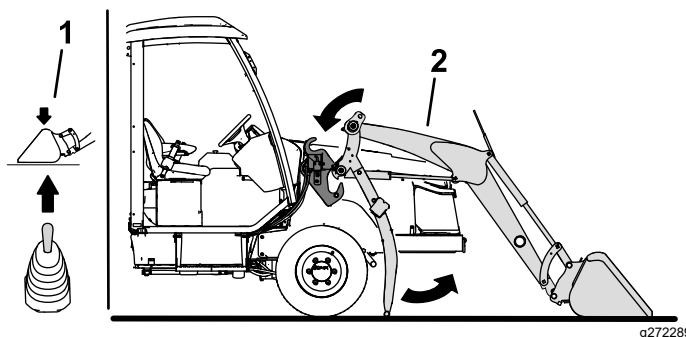

Figure 55
6. Démarrez le moteur et abaissez les bras de chargeuse dans les supports sur le cadre à l'aide du levier multifonction (Figure 55).